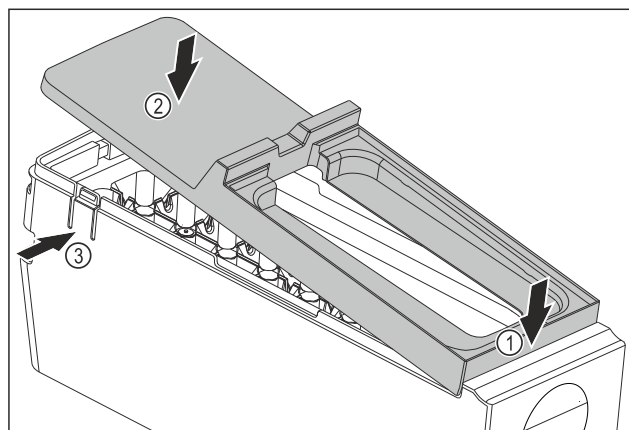

Fig. 114
- ▶ Montare la copertura del corpo dell'EasyTwist-Ice: Applicare la copertura sul davanti. Fig. 114 (1)
- ▶ Abbassare la copertura sul retro. Fig. 114 (2)
- ▷ La copertura si innesta in entrambe le linguette Fig. 114 (3) in modo udibile.